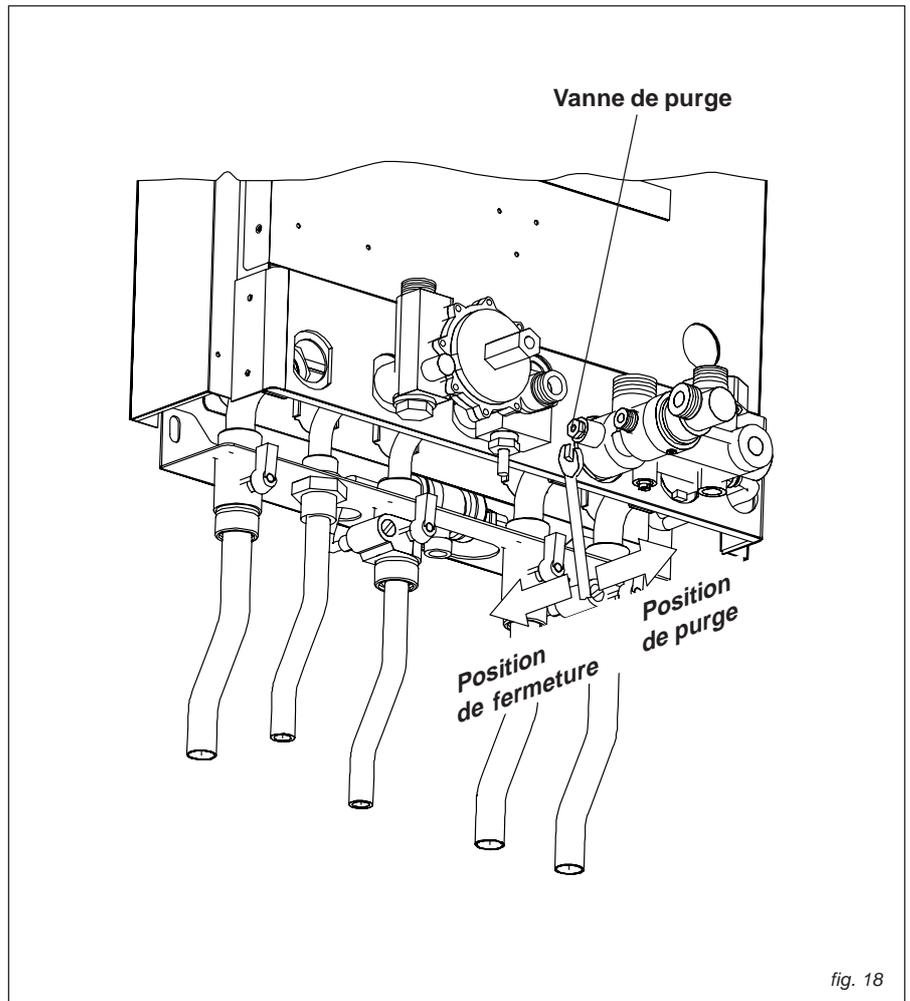

fig. 18
- ouvrir progressivement les robinets de remplissage (voir fig. 18) en vérifiant le bon fonctionnement du purgeur automatique de la chaudière et de ceux montés, éventuellement, sur l'installation;
- fermer les robinets de remplissage et laisser à nouveau s'échapper l'air contenu dans la chaudière par sa propre vanne de purge prévue sur la vanne trois voies (fig. 18).